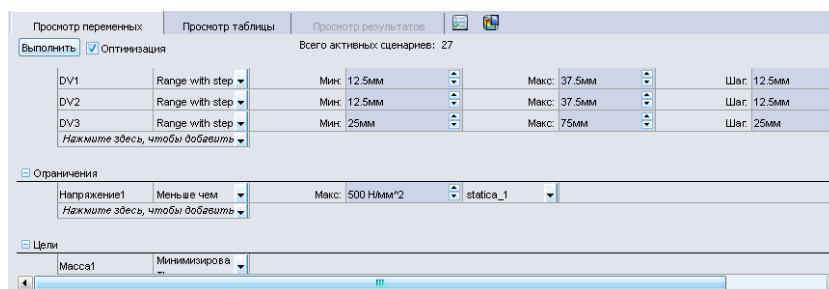

Рисунок 1.15 – Определение цели
2. В поле **Масса1** выберите **Минимизировать** рис. 1.15.